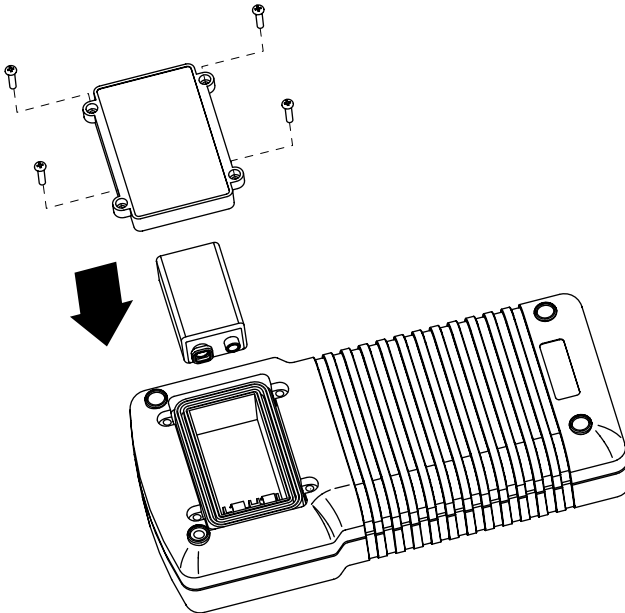

图 5
**更换电池：**断开测试线、关闭仪表并取下防护套。用2 mm六角扳手拆下后盖上电池盖的4个六角螺钉，如图5所示。用NEDA 1604型或相当的9 V碱性电池更换电池。确保电池舱密封良好，并在安装舱盖和螺钉之前正确对准。